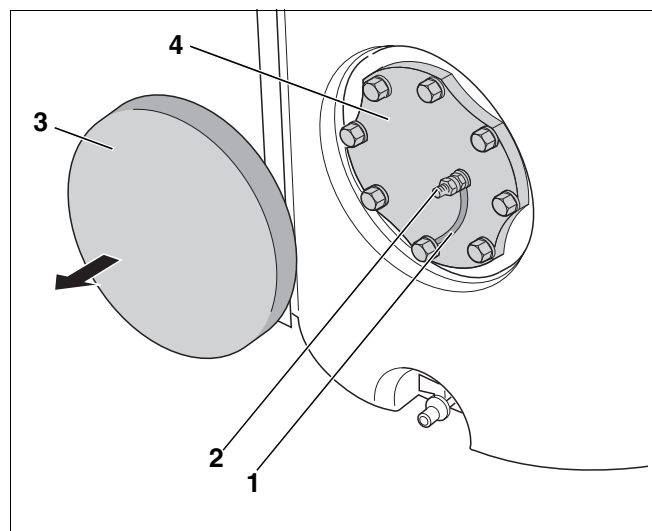

Abb. 11 Anschluss der Magnesiumanode prüfen
- Wärmeschutzscheibe (Abb. 11, **Pos. 3**) vor dem Handlochdeckel (Abb. 11, **Pos. 4**) abnehmen.
- Prüfen, ob das Erdungskabel (Abb. 11, **Pos. 1**) der Magnesiumanode (Abb. 11, **Pos. 2**) angeschlossen ist.